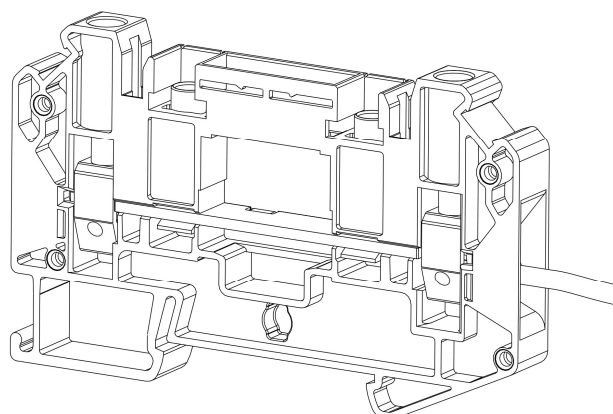

Рисунок 15 – проводник, установленный в точку подключения
- Извлеките отвертку – винт зафиксирует проводник в точке подключения (рис. 15).